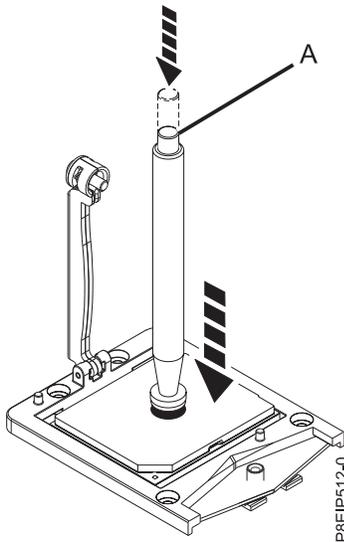

Figura 66. Bajar la herramienta de extracción en el módulo del procesador del sistema
7. Baje la herramienta de lápiz de vacío hasta el módulo de procesador del sistema que se va a instalar. Presione la parte superior del lápiz (**A**) y manténgalo en el centro del módulo de procesador, como se muestra en la Figura 66. Libere la parte superior del lápiz para fijarlo al módulo de procesador.